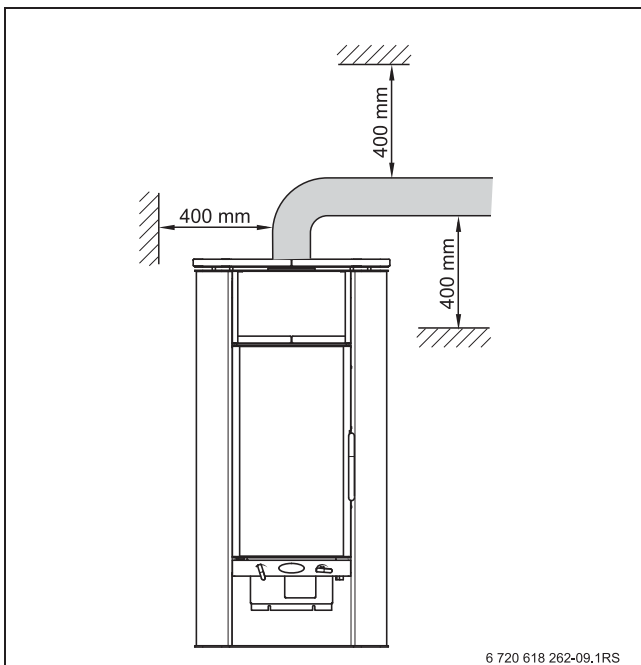

Рис. 14 Безопасные расстояния от дымовой трубы
- ▶ Выдерживайте безопасные расстояния от дымовых труб Buderus до горючих материалов по EN 1856-2 (→ рис. 14).